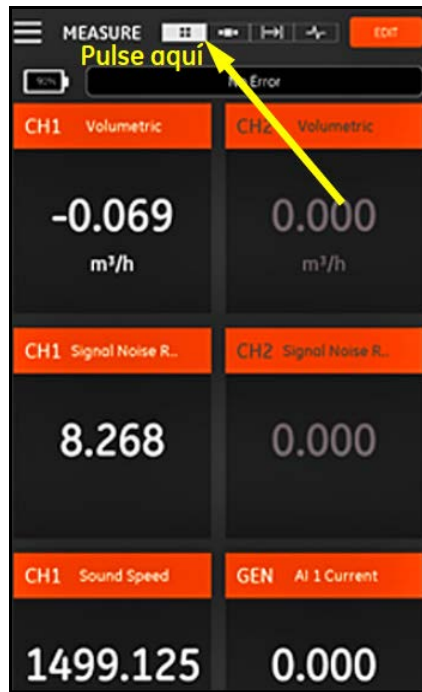

Figura 91: Pantalla de mediciones múltiples
En Figura 91 más abajo, observe que CH1 se ha Activado y CH2 se ha Desactivado en el menú PROGRAMA. Asimismo, ninguna fuente de entrada analógica (AI) está conectada al canal General porque el valor es cero.
icono  destacado, que se sitúa en la parte superior de la pantalla (véase Figura 91 en la página 94). Observe lo siguiente:
- Hay un recuadro de Estado de error justo encima del área de visualización de las mediciones de la pantalla. Si no hay errores del sistema, se mostrará Ningún error (véase Figura 91 en la página 94). Sin embargo, si se produce un error del sistema, se mostrará la información en esta ubicación con un fondo rojo parpadeante.